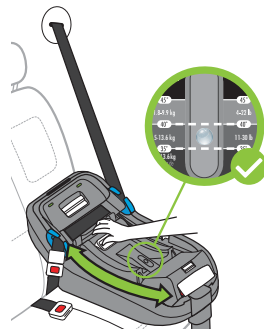

Figura 66
- Tire y mantenga presionada la manija de ajuste del trineo de inclinación, como se muestra en la **Figura 66**, y gire el trineo de inclinación a la posición de ajuste de inclinación máxima que mantenga parte de la burbuja dentro del rango especificado en el indicador de inclinación para el peso del niño.